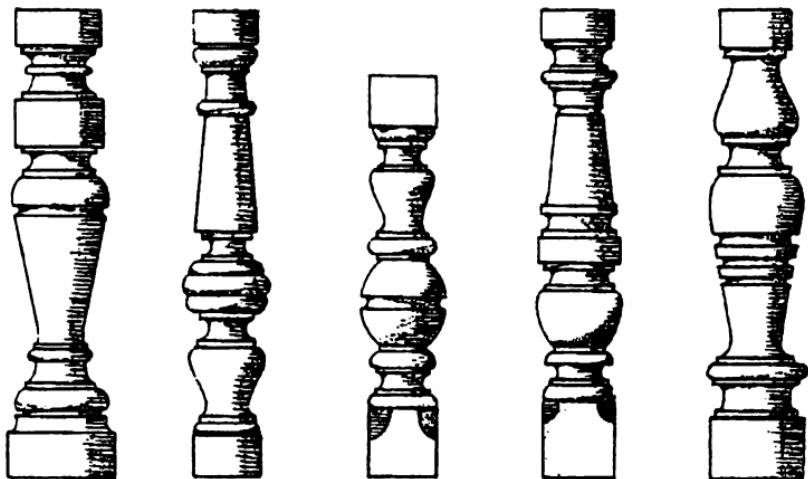

Рис.18.
- б) Балясины (Рис. 18, 19, 21, 25) или щитовых решеток ( Рис. 27-32).